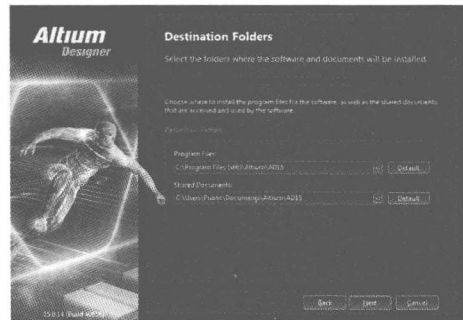

图 1-4 选择安装路径
4) 按照默认选择后，单击“Next”按钮，进入图 1-4 所示的选择安装路径向导。系统默认安装路径是“C:\Program Files (x86)\Altium\AD15”，默认共享文档路径是“C:\Users\Public\Documents\Altium\AD15”。如果需要更改安装路径和共享文档路径，可单击按钮，在打开的目录对话框中加以指定。